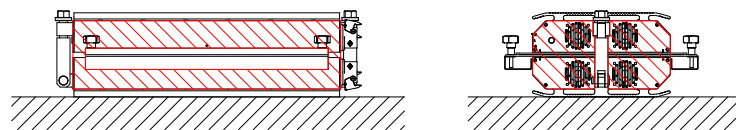

Abb. 5.5-1 - Gefährliche Bereiche der Maschine
- In der Nähe der Maschine: Nr. 1 Bediener. In jedem Fall sind unter normalen Arbeitsbedingungen (Nutzung) Restrisiken immer nur innerhalb der in Abb. 5.5-1. rot markierten explosionsgefährdeten Bereiche vorhanden. Die an der Maschine vorhandenen Restrisiken werden im Folgenden identifiziert und beschrieben;